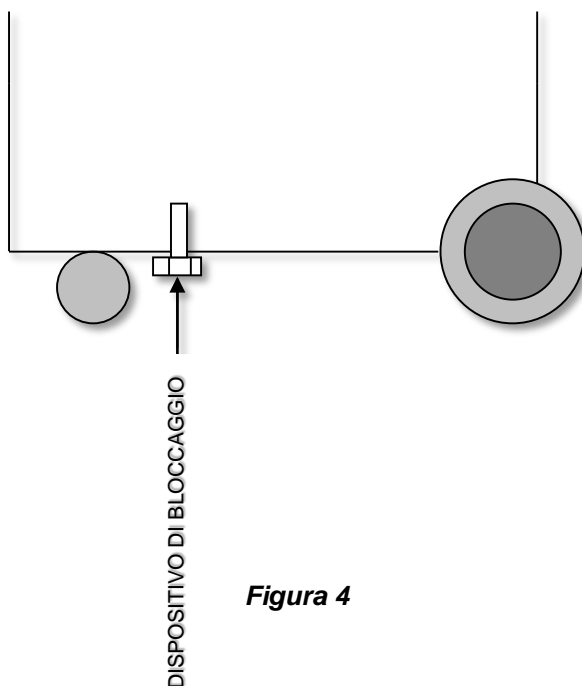

Figura 4
- Collegare la bombola esterna del gas alla stazione mediante l'attacco di alta pressione (**ROSSO**), tenendo conto della presenza o meno del pescante per stabilire l'orientamento della bombola stessa (come da Figura 4).